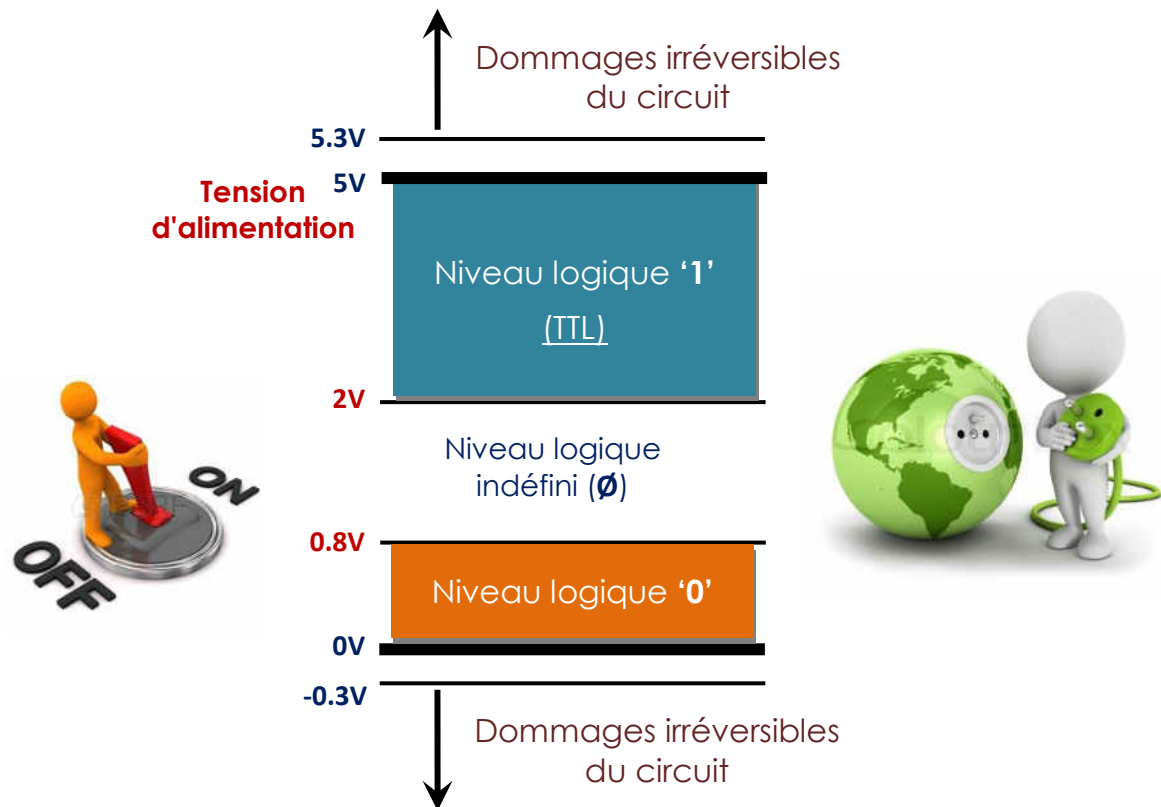

Figure 2.8 : Niveaux logiques du PIC 16F84.
- ✎ Le PIC 16F84 ne fonctionne qu'avec deux niveaux logiques 0 et 1 ; Bas et Haut (Les broches comportent des trigger de Schmitt ou TLL), illustrés par le schéma des niveaux logiques de la figure 2.8.